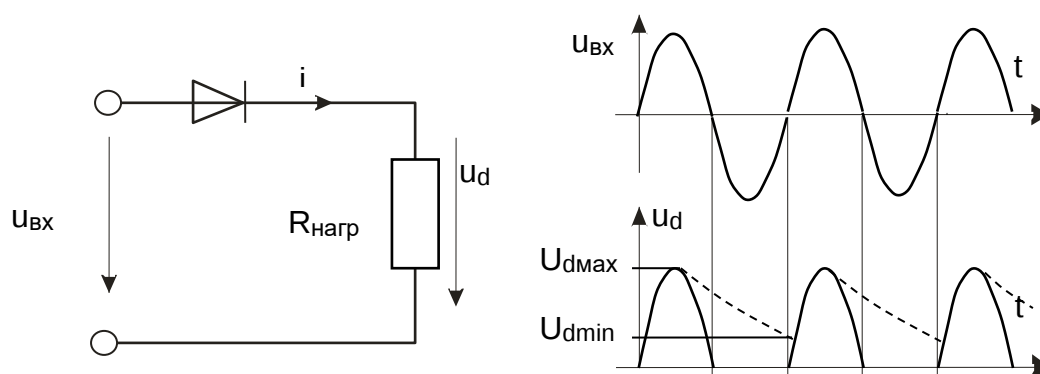

Рис. 6.1. Однополупериодная схема выпрямления
В цепи с полупроводниковым диодом (рис. 6.1) установившийся ток может протекать только при определенной полярности приложенного к диоду напряжения. При изменении полярности напряжения диод запирается и ток прекращается. В результате при синусоидальном приложенном напряжении  $u_{вх}$  в нагрузке протекает пульсирующий ток одного направления. Такую же форму имеет и выпрямленное напряжение на нагрузке  $u_d$ . Для уменьшения пульсаций выпрямленного напряжения применяются сглаживающие фильтры. Простейшим фильтром является конденсатор, подключенный параллельно нагрузке. Тогда при открытом состоянии диода конденсатор заряжается, а при закрытом – разряжается на нагрузку. Ток и напряжение на нагрузке становятся непрерывными, пульсации уменьшаются, и увеличивается среднее значение напряжения на нагрузке. Кривая  $u_d(t)$  для этого случая показана на рис. 6.1 пунктиром.
- $U_{\text{max}\sim}$  — амплитуда переменной составляющей выпрямленного напряжения, которая в первом приближении может быть определена из графика (рис. 6.1):